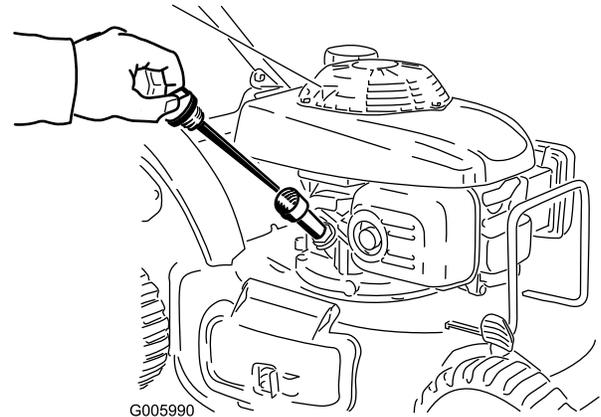

Figure 35
2. Retirez la jauge (Figure 35).
4. Versez de l'huile **avec précaution** dans le tube de remplissage d'huile, en vérifiant régulièrement le niveau sur la jauge, jusqu'à ce que la jauge indique que le moteur est plein, comme montré à la Figure 35. **Ne remplissez pas excessivement.**